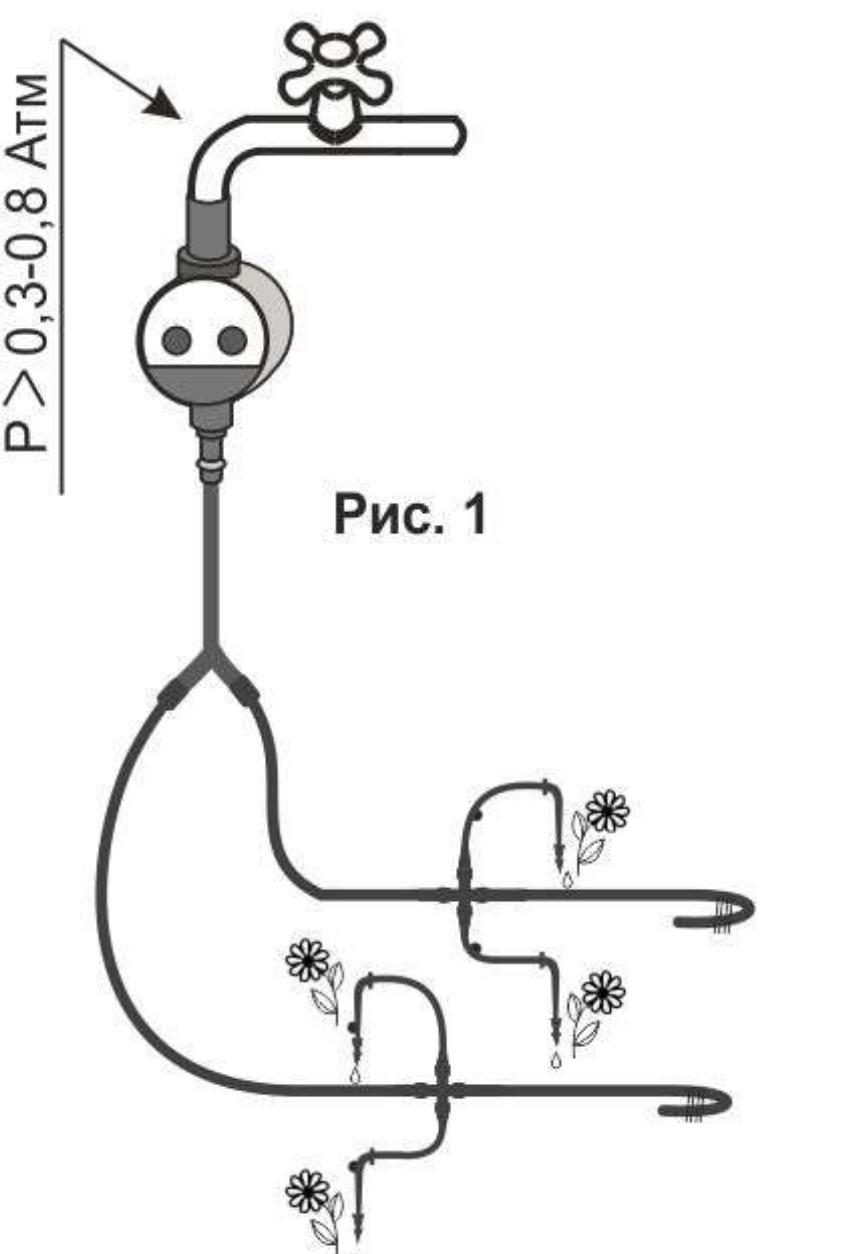

Рис. 1
1.1. ПОЛИВ из КРАНА – подсоедините Таймер к вашему садовому крану (см. рис. 1). К выходному штуцеру крана, подсоедините шланги, капельницы. Капельницы установите в прикорневую зону каждого расте-ния. Запрограммируйте Таймер (см.п.3 данной инструкции). Давление в кране должно быть 0,3-10 Атм. Учитывайте, что в водопроводном кране, возможно, не прогретая вода, и такой полив может не подходить ко всем растениям.
*** - конструкция гребенки капельницы позволяет дозировать (в небольших пределах) количество воды, подаваемое на конкретное растение. Натянув шланг до конца гребенки капельницы (см. рис. 1, поз. А), вы уменьшаете подачу воды. Надев шланг только на начало гребенки (рис.1, поз. Б)- вы увеличиваете подачу.
Монтируя систему, рекомендуем натягивать шланг на гребенку капельницы полностью (как на рис. 1, поз.А).